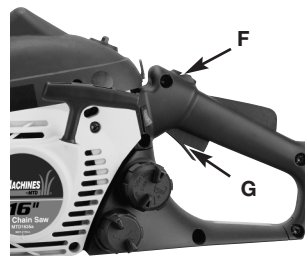

Fig. 7
7. Seguro del acelerador: Apriete el seguro y sujételo (F) apriete el gatillo del acelerador (G) suelte el gatillo y luego el cierre (Fig. 7).